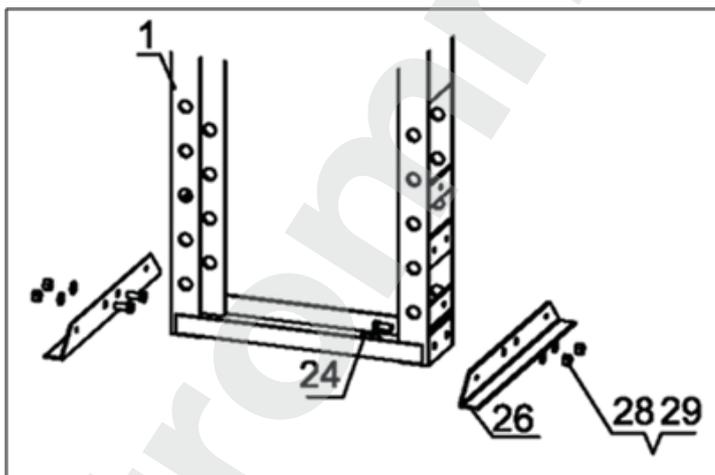

Рис. 1
- Установите раму (1) в вертикальное положение. Установите каждую опору основания (26) под раму. Выровняйте отверстия для болтов и вставьте болты (24) через раму и опору основания, затем закрепите по месту шайбами (28) и гайками (29). См. Рис. 1.